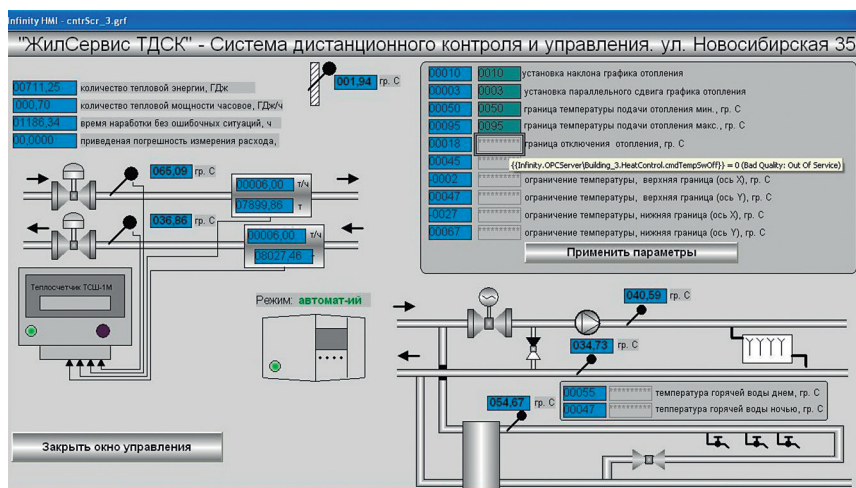
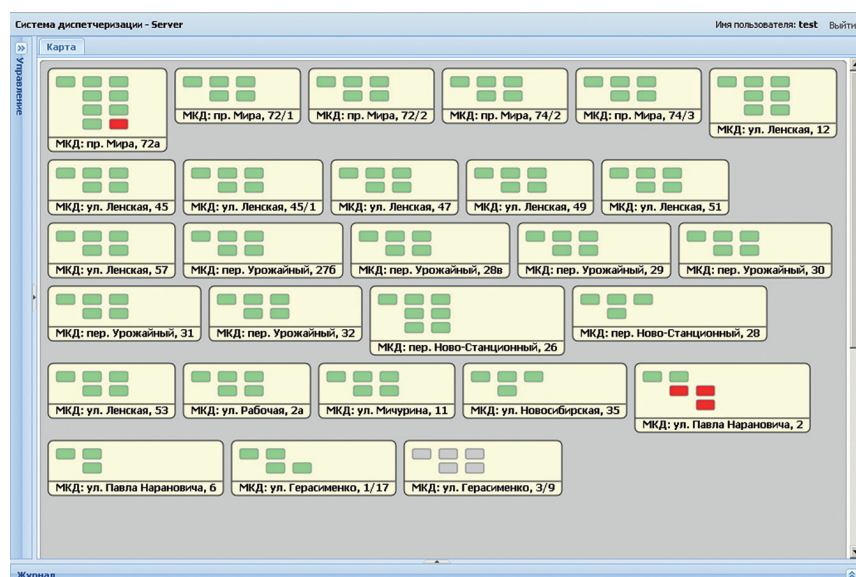

Рис. 2. Экранная форма SCADA-системы
Рис. 3. Экранная форма WEB-интерфейса
- На рис. 2 приведена экранная форма SCADA-системы, на рис. 3 – экранная форма WEB-интерфейса.